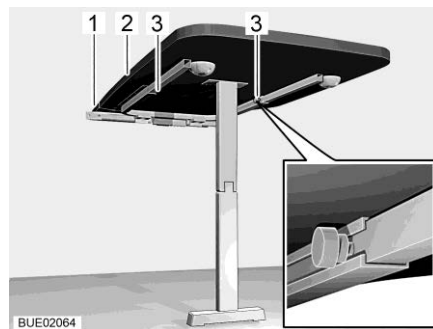

Fig. 134 Table suspendue avec un pied d'appui à joint
- Desserrer deux vis moletées (Fig. 134,3).
- Soulever légèrement le plateau de table (Fig. 134,2) à l'avant et le dégager jusqu'à la butée. La rallonge de table est maintenant complètement sortie.
- Insérer la rallonge du plateau de table (Fig. 134,1) dans la rallonge de table.
- Soulever légèrement le plateau de table (Fig. 134,2) à l'avant et le retirer.
- Retirer la rallonge du plateau de table (Fig. 134,1) et la mettre en sûreté.